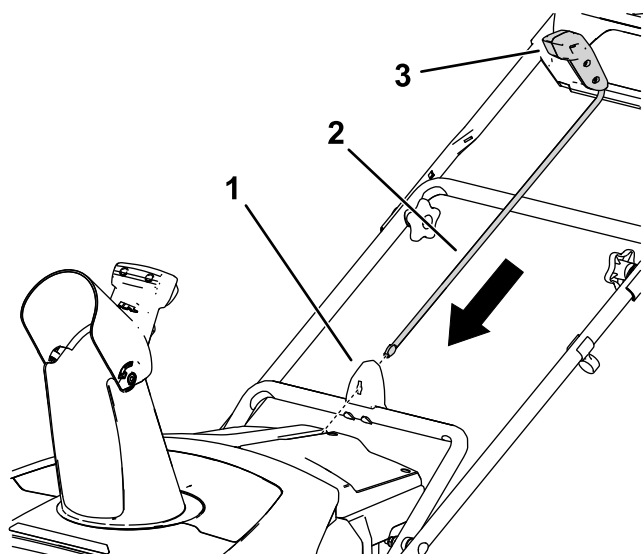

Figura 7
1. Certifique-se de que a calha está virada para a frente (Figura 7).
2. Com a pega virada para a frente, instale a barra de controlo da calha no guia e empurre-a até que encaixe no sítio (Figura 7).